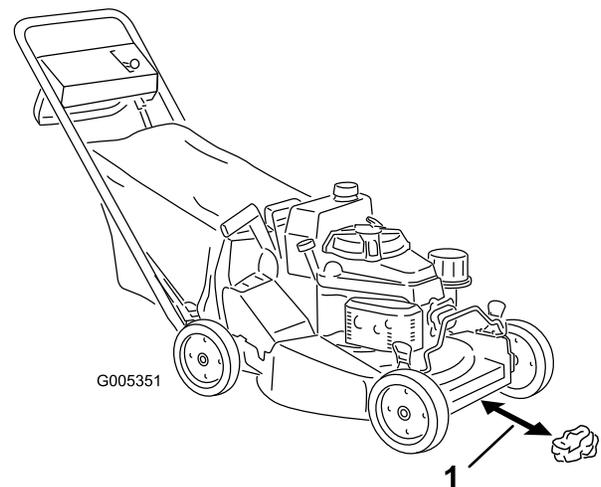
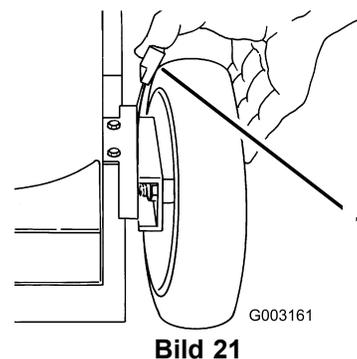

Bild 16
Bild 21
3. Stellen Sie alle vier Räder auf die 64 mm Schnitthöheneinstellung ein (Bild 21).
4. Stellen Sie den Fahrgeschwindigkeitshebel auf die Neutral-Stellung (N).
5. Nehmen Sie eine halbe Seite Zeitungspapier und knüllen es klein genug zusammen, damit es unter das Mähwerk passt (ca. 76 mm Durchmesser), siehe Bild 16.
6. Legen Sie das Zeitungspapierknäuel 12,7 cm vor den Rasenmäher (Bild 16).
- A. Legen Sie das Zeitungspapierknäuel 13 cm vor den Rasenmäher (Bild 16).
1. Ziehen Sie den Radhöhenstellhebel zum Rad (Bild 21) und schieben Sie ihn in die gewünschte Stellung.